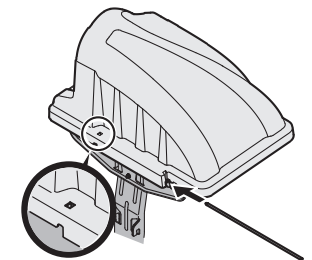

Figure 9
5. Insérez la tige de charnière dans le trou de l'encoche de montage, comme indiqué dans la Figure 9. Utilisez le petit trou sur le couvercle (voir l'encadré) pour aligner l'axe de charnière de l'autre côté, puis poussez l'axe jusqu'au bout.